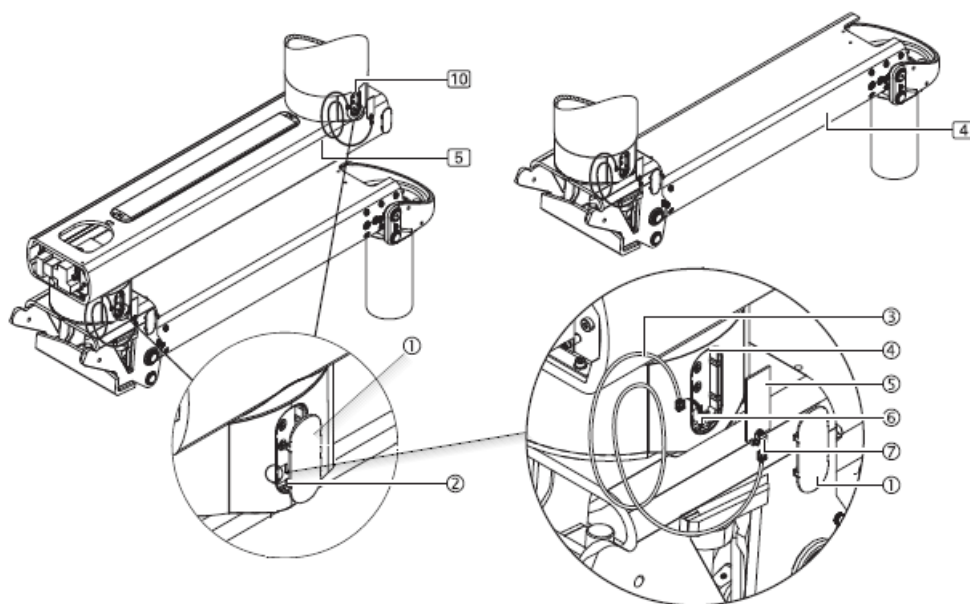

Fig. 36 Montage des indicateurs de freinage
- Acheminez le câble d'alimentation ① (dans un tube spiralé si nécessaire) à travers le système suspendu et dans la plaque d'interface, comme illustré à la figure 36.